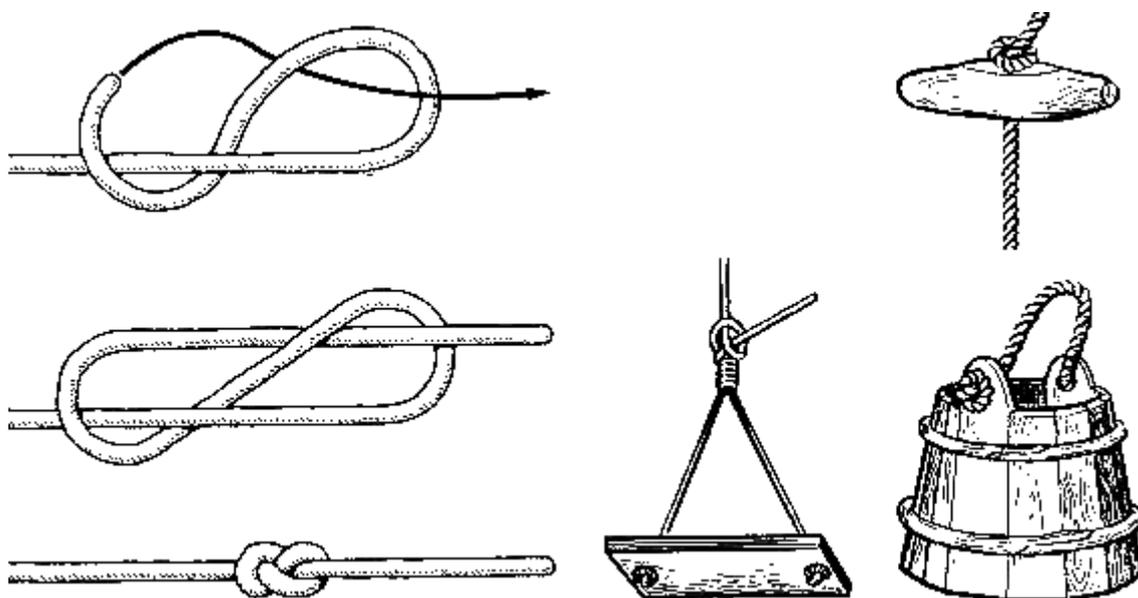

Рис. 3. Восьмерка
**Восьмерка** (рис. 3). Этот узел считается классическим. Он составляет основу полутора десятков других, более сложных узлов различного назначения. В том виде, в каком он изображен здесь, этот узел в морском деле служит отличным стопором на конце троса, чтобы последний не выхлестывался из шкива блока. В отличие от простого узла он даже при сильной тяге не портит трос и его всегда можно легко развязать. Чтобы связать восьмерку, надо ходовой конец троса обнести вокруг коренного и затем пропустить в образовавшуюся петлю, но не сразу, как в простом узле, а заведя сначала его за себя же.
Сначала на конце одного из связываемых вместе тросов сделайте восьмерку (см. рис. 3). Навстречу выходу из нее ходового конца введите ходовой конец второго троса и повторите фигуру “8”, завязанную на первом тросе. После этого, ухватившись за каждые два конца, слева и справа, равномерно начинайте затягивать узел, стараясь сохранить его форму. Для окончательной затяжки узла тяните за коренные концы тросов.